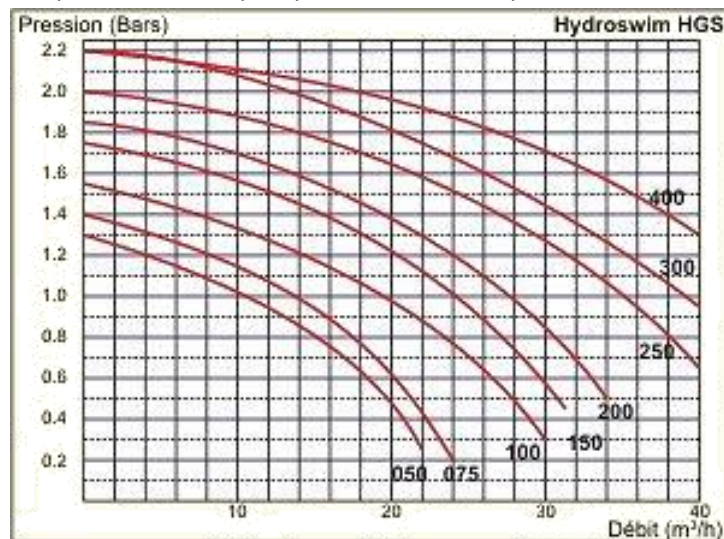

Figure 4. Caractéristique de la pompe Hydrosxim HGS.
20) D'après la figure 4, quel modèle de pompe doit-on choisir pour la filtration de notre piscine ?